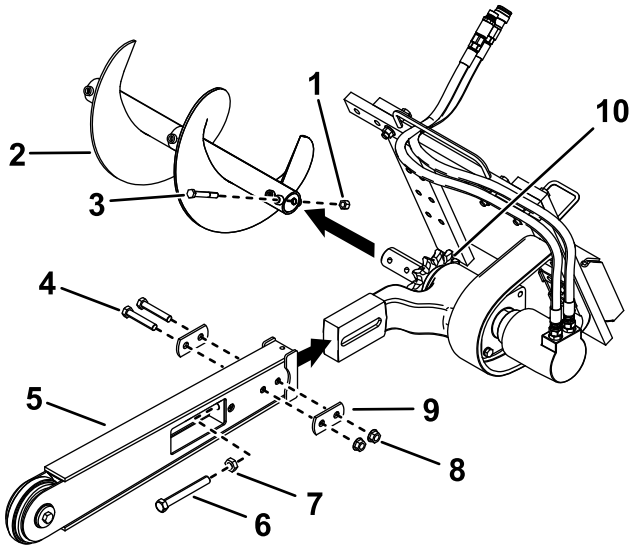

图 4
- 卸下固定弃土螺旋钻的螺栓和螺母并拆下螺旋钻 图 4。
- 从喷洒臂侧面拆下 2 个螺栓 ⅝ x 3½ 英寸、2 个螺母 ⅝ 英寸和 2 个双垫圈 图 4。
- 松开调节螺栓和锁紧螺母 图 4。